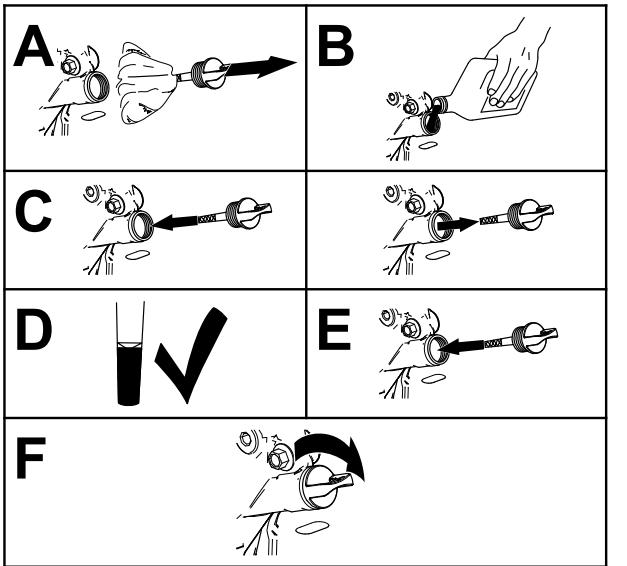

Figure 36
- Versez lentement environ 80 % de l'huile spécifiée dans le tube de remplissage, puis faites l'appoint lentement pour faire monter le niveau jusqu'au repère maximum (**Full**) (Figure 36).